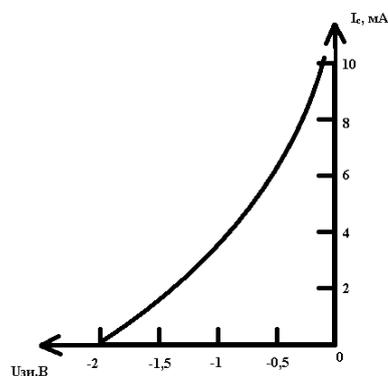

Рис. 1
8. На рис. 1 представлена стокзатворная характеристика полевого